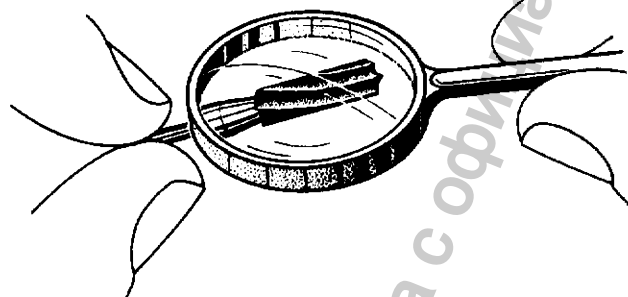

Рис.2
**4.2. При работе с турбиной пользуйтесь только исправными сверлами, хвостовики которых удовлетворяют требованиям нормы ISO 1797-1 с диаметром хвостовика ф 1,59 - 1,6 мм и изготовлены из стали или твердого металла. Пользуйтесь сверлами общей длиной не более 25 мм и диаметром режущей части не более 2 мм.** Время от времени с помощью лупы убедитесь, что острая режущих граней еще острые - рис. 2.